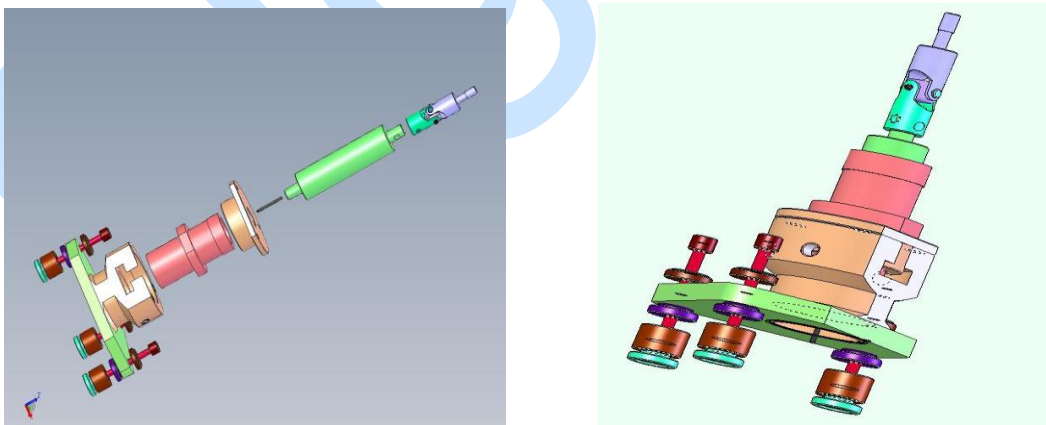

图 2 直角打孔装置
2. 对于贴在直角拐角处或形成垂直面的应变花，应选择直角装置（见图 2）。